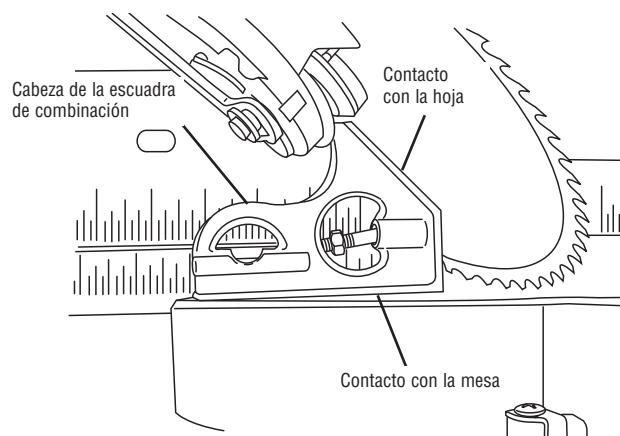

Figura 24
- Utilice una escuadra de combinación para comprobar si la hoja está a 45° respecto a la mesa. Retire la hoja de la regla de la escuadra de combinación. Coloque solamente la cabeza de la escuadra de combinación sobre en la mesa de la sierra con su lado plano largo descansando sobre la mesa y su lado de 45° contra la hoja inclinada (vea la figura 24).
- Mientras gira el perno "F", observe cómo la hoja se inclina. Gire el perno "F" hasta que el plato de la hoja de sierra esté en contacto completo con el lado de 45° de la cabeza de la escuadra (vea la figura 24).